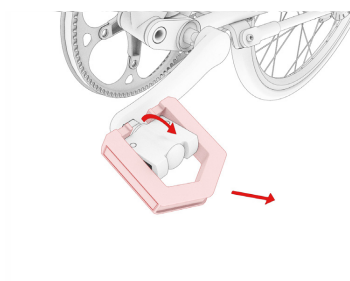

Fig. 1.11
- ⑩ Despliegue los pedales plegables girando la caja retraída 90 grados. La caja de los pedales se acopla automáticamente (Fig. 1.11).